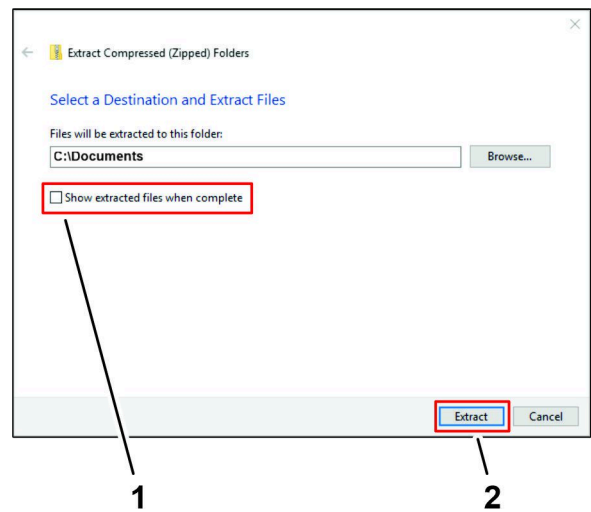

Figura 36
4. Na caixa de diálogo Extrair Pastas Comprimidas, certifique-se de que a caixa MOSTRAR FICHEIROS EXTRAÍDOS QUANDO CONCLUIR está selecionada e clique em EXTRAIR (Figura 36).